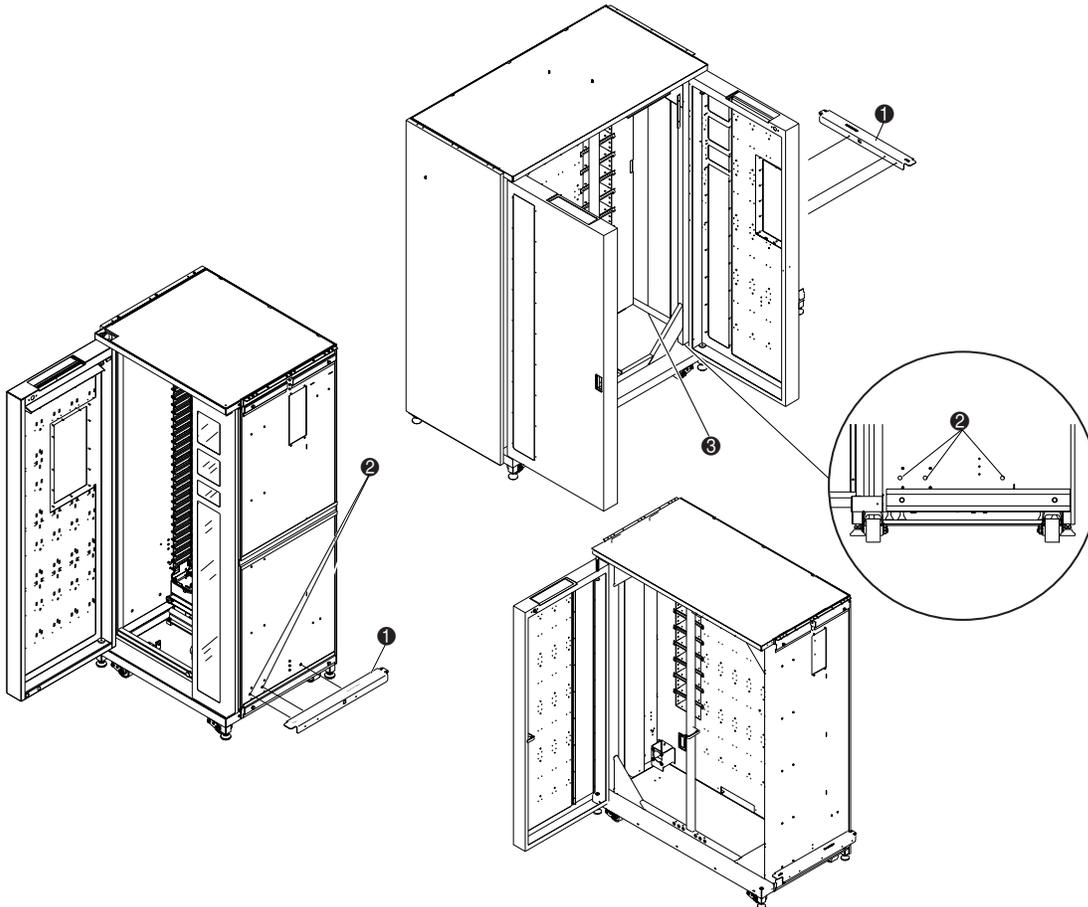

Figura 2-3. Installazione del canale di collegamento del cabinet inferiore (libreria sinistra)
6. Installare il canale di collegamento del cabinet inferiore sulla libreria sinistra (❶ Figura 2-3) utilizzando tre bulloni (N/P 0615113) e tre rondelle (N/P 0685521). Non serrare i bulloni. Lasciare libero il canale di collegamento del cabinet inferiore.